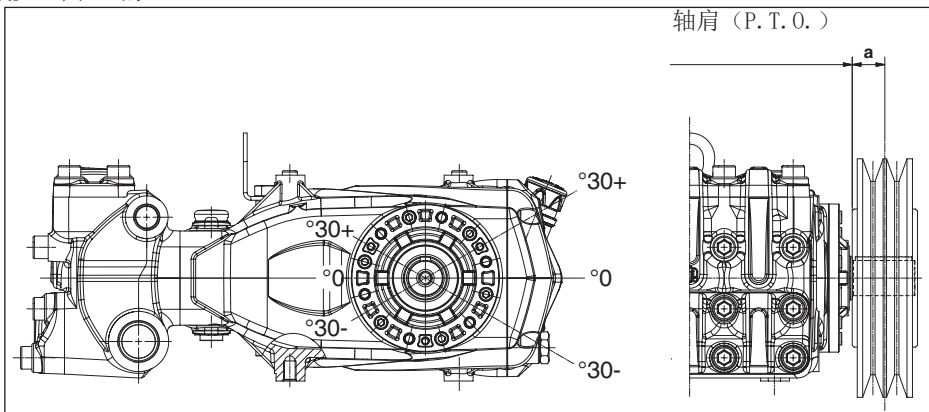

图 10
泵轴上的径向载荷不能超过4500 N（布局定义所必须的数值）。只有该载荷作用在距离轴肩（P. T. O.）的一段最大长度 $a=50$ mm时，传动才被视为适当，见图 10。
b) 使用高效能皮带 – 例如XPB而不是SPB – 同样的功率传递, 使用的皮带数量会相对少, 继而相对轴肩 (P. T. O.) 的距离也会减少。图 10的“a”
e) 按照图 10指出的方向张紧皮带, 其他需求请联系**技术部**或**客户服务中心**。